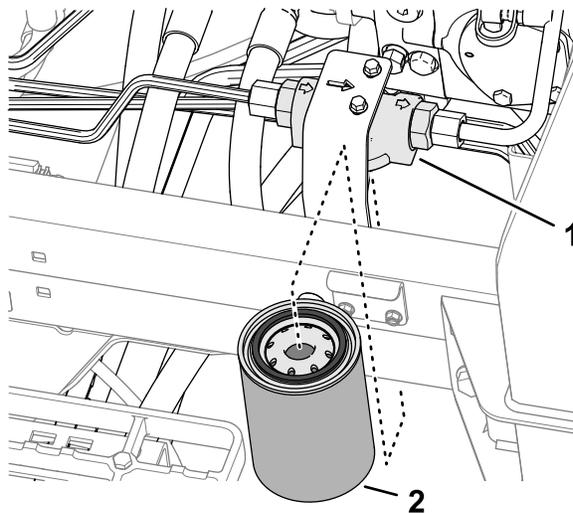

Рисунок 104
3. С левой стороны машины поставьте сливной поддон под фильтр линии нагнетания (Рисунок 104).